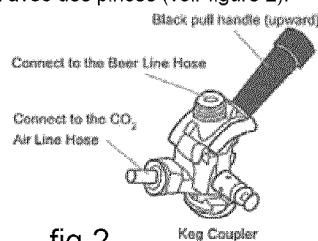

fig.2
2. Branchez l'extrémité ouverte de la conduite d'air rouge au raccord destiné au boyau situé sur le manchon de raccordement. Ensuite, fixez le boyau à l'aide de la pince encliquable de plastique à verrouillage automatique afin de vous assurer qu'il ne présente aucune fuite. Serrez la pince fermement avec des pinces (voir figure 2).